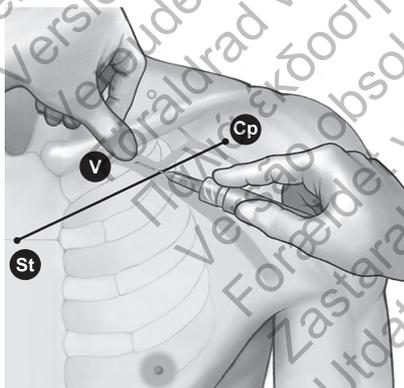

Figura 8. Localização do polegar e do ponto de entrada da agulha
4. Pressione um polegar contra o indicador e projecte 1–2 centímetros abaixo da clavícula para proteger o músculo subclávio da agulha (quando uma hipertrofia do músculo peitoral for aparente, o polegar deve projectar-se cerca de 2 centímetros abaixo da clavícula, uma vez que o músculo subclávio deve estar igualmente hipertrofiado) (Figura 8 na página 20).